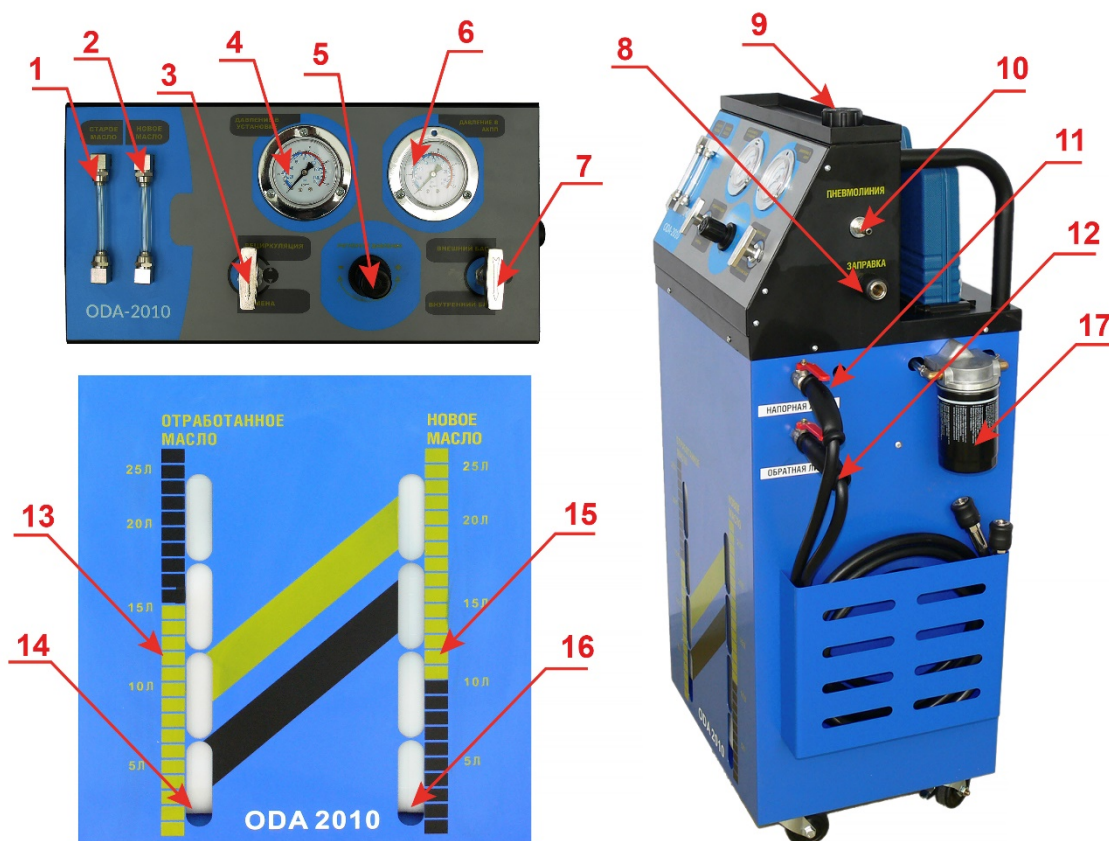

Рис. 3 Устройство изделия в сборе
4. Шланг из набора адаптеров подсоедините одним штуцером к разъему-2 (рис.3 п.8), а другой конец шланга опустите в емкость с жидкостью для промывки АКПП.
5. Установите переключатель-1 (рис.3 п.3) в положение «Рецикл/Кольцо».
6. Установите переключатель-2 (рис.3 п.7) в положение «ЗАПОЛНЕНИЕ/Внешняя емкость».
7. Подсоедините с помощью адаптера компрессор к разъему-1 (рис.3 п.10)
8. С помощью регулятора давления (рис.3 п.5), наблюдая за шкалой воздушного манометра (рис.3 п.4), отрегулируйте давление, создаваемое компрессором (рекомендуемое 6-8 атм.), и проконтролируйте поступление промывочной жидкости в трансмиссию.
2. Отсоедините шланг от разъема-2 (рис..3 п.8) «Подключение внешней емкости».
3. Откройте крышку заливной горловины (рис..3 п.9) и залейте масло, НЕ МЕНЕЕ ПОЛУТОРА ОБЪЕМОВ от номинала согласно техническим характеристикам АКПП для вашей модели автомобиля.
4. Установите переключатель-1 (рис.3 п.3) в положение «Рецикл/Кольцо».
5. Установите переключатель -2 (рис.3 п.7) в положение «ЗАПОЛНЕНИЕ (из внутренней емкости)»
7. Подсоедините компрессор с помощью адаптера. Настройте давление, создаваемое компрессором, с помощью регулятора давления (рис.3 п.5) рекомендуемое 6-8 кг/кв. см.
8. Установите переключатель-1 (рис.3 п.3) в положение «СЛИВ». Процесс замены наблюдайте через смотровые трубки. Равномерный слив и подача масла контролируется по мерным линейкам (рис.3 п.14/15), регулируется с помощью регулятора давления (рис.3 п.5). Когда цвет трубки (залива) будет совпадать с цветом трубки (слива), процесс замены считается законченным.
9. Установите переключатель - 1 (рис.3 п.3) в положение «Рецикл/Кольцо». Отключите компрессор от цикла. Заглушите двигатель автомобиля.
Для удаления отработанного масла, из емкости (рис.3 п.14) аккуратно выньте шланг из горловины, извлеките емкость из установки, а затем слейте жидкость в емкость для сбора и хранения отработанного масла.